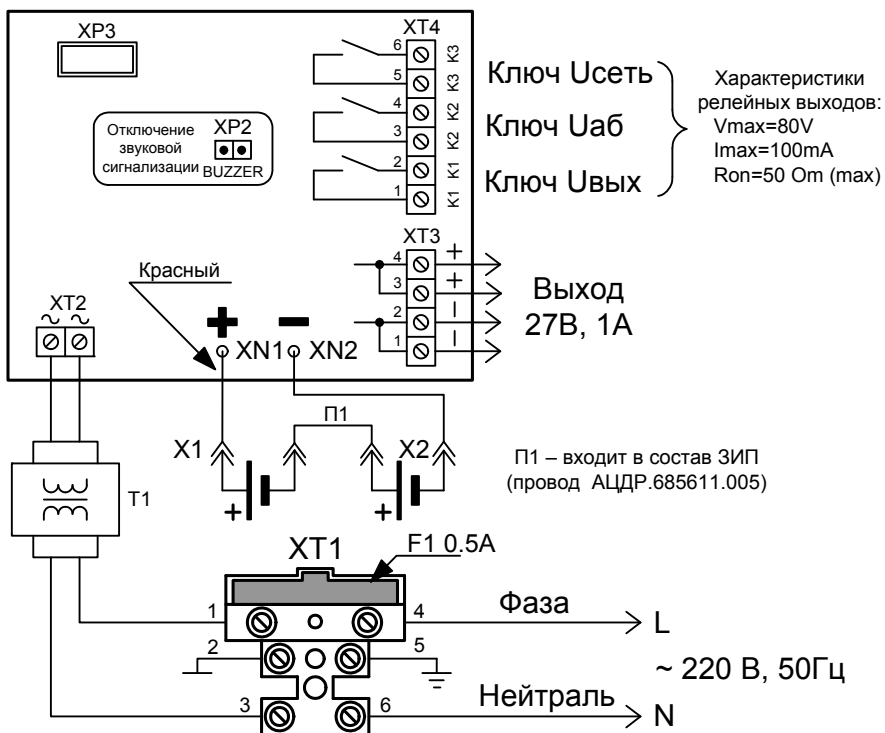

Рисунок 1 Схема подключения РИП
1.2.15 РИП обеспечивает возможность отключения звуковой сигнализации путём снятия перемычки с разъёма ХР2 (расположение разъёма показано на Рис. 1.).
Внимание! При подключении внешнего питающего напряжения 220 В к сетевой колодке необходимо соблюдать правильность подключения проводов «фаза» и «нейтраль». Подключение производить в соответствии с рисунком, расположенным на внутренней стороне корпуса или в соответствии с Рис. 1 данной этикетки.
в) подключить нагрузку к выходной клеммной колодке, соблюдая полярность (ХТЗ/1,2 – «-», ХТЗ/3,4 – «+», см. Рис. 1).
ж) При необходимости организации дистанционной сигнализации наличия сетевого напряжения, выходного напряжения и напряжения батареи подключить выходы оптореле К1, К2 и К3 к шлейфам сигнализации приборов согласно Рис. 1. Состояния цепей оптореле приведены в Таблице 1.